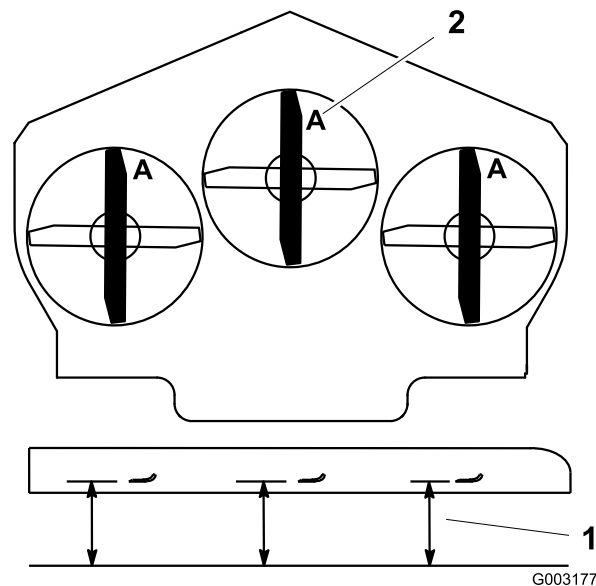

Figure 86
3. Tournez les lames dans le sens longitudinal (Figure 86). Mesurez la distance entre la surface plane et le tranchant (position A) des lames (Figure 86). Notez cette valeur.